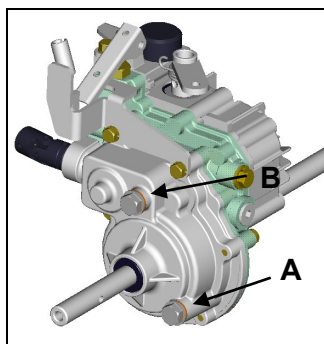

Fig. 20
2. Sostituire innanzitutto l'olio della trasmissione meccanica. Rimuovere il tappo di scarico (A, Fig. 20), sollevare la parte posteriore della macchina e scaricare l'olio. Richiudere il tappo e rifornire attraverso il foro di riempimento (B, Fig. 20) con 0,17 litri di olio (SAE90 o API GL-5). Serrare il tappo.